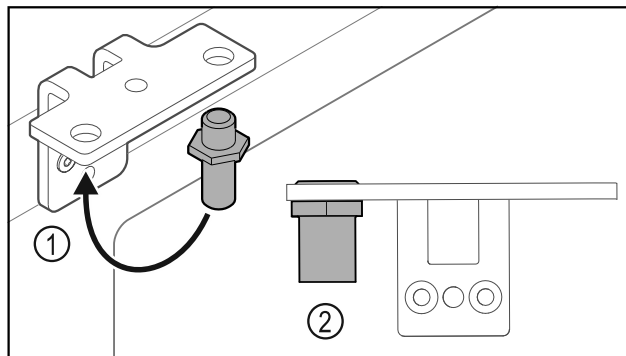

Fig. 32
- Premiestnite čap Fig. 32 (1) v uholníku závesu.
- Uťahnite čap Fig. 32 (2) **uťahovacím momentom 12 Nm**.